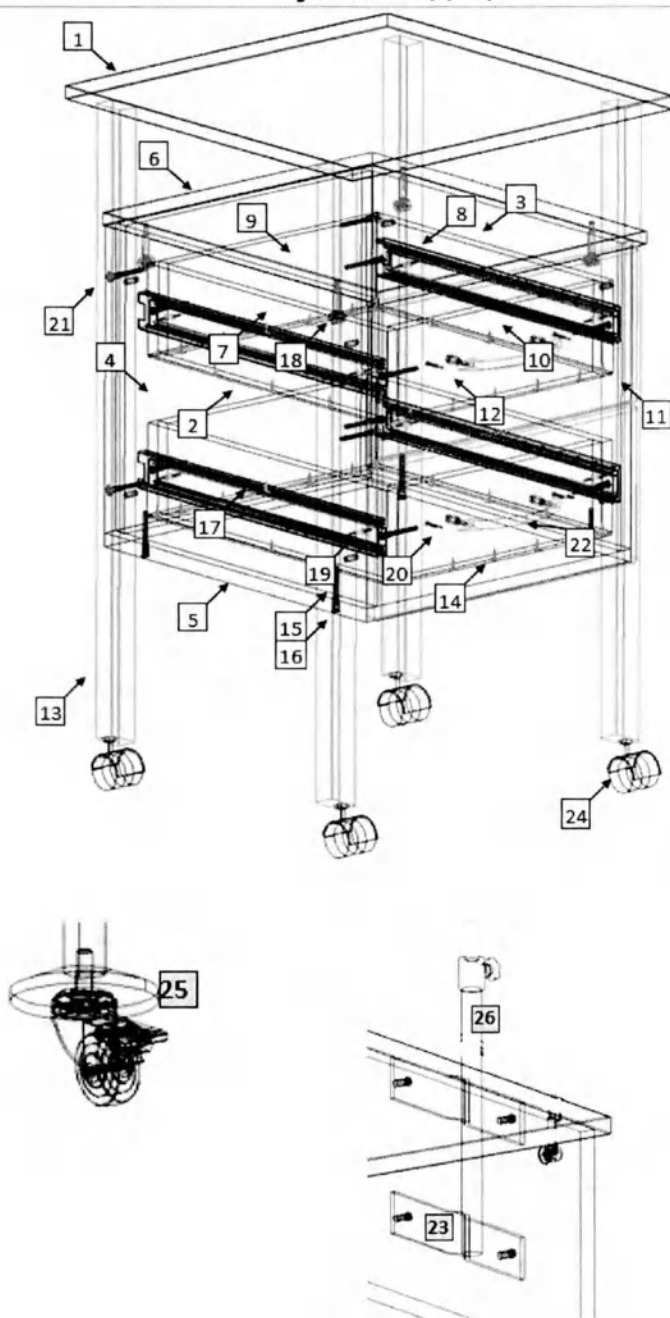

Рис.1
1. Внимательно ознакомьтесь со схемой сборки, изображенной на рис. 1, сверяясь со спецификацией на изделие. Согласно позициям на схеме и спецификации определите расположение деталей в изделии и порядок их сборки. Сборка производится на ровном полу, укрытом материалом, предотвращающим повреждение покрытия пола и деталей мебели. Подготовьте необходимые для сборки инструменты – плоскую и крестовую отвертки, молоток, рулетку или линейку.
2. На горизонтальной нижней стенке (3) шурупами 4×16 (16) закрепите опоры (11). На вертикальных боковых стенках (1 и 2) установите цилиндрические части эксцентриковых стяжек (15) в предназначенные для них отверстия; установите полкодержатели (13). На крышке (4) установите штоки эксцентриковых стяжек (15).
3. Евровинтами (10), как показано на рис. 1, соедините вертикальные стенки (1, 2) с горизонтальной стенкой (3). Установите крышку (4). Затяжка соединения производится путём поворота эксцентриков до упора в направлении стрелки, выштампованной на корпусе стяжки. Закрепите заднюю стенку (6).
4. На фасаде (8, 9) шурупами 4×16 (16) закрепите петли (12), установите ручки (14). Фасад закрепите к боковой стенке тумбы. При необходимости отрегулируйте положение фасада винтами петель. Установите полки (5) на полкодержатели (13).